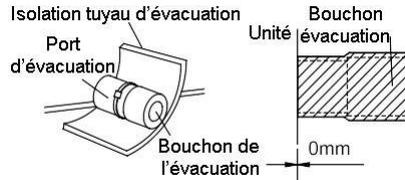

Fig.29
- (10). Le port d'évacuation non utilisé doit également être isolé correctement (Fig.29).